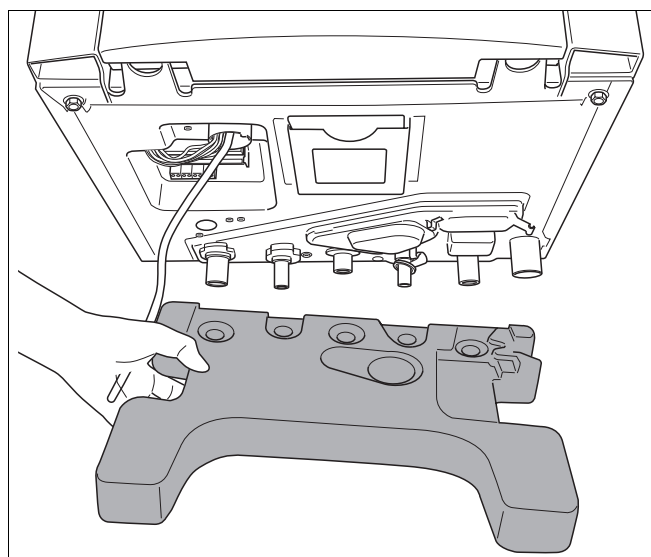

fig. 10 Verwijderen beschermkap (zwart)
- Verwijder de 'zwarte' beschermkap (→ fig. 10).